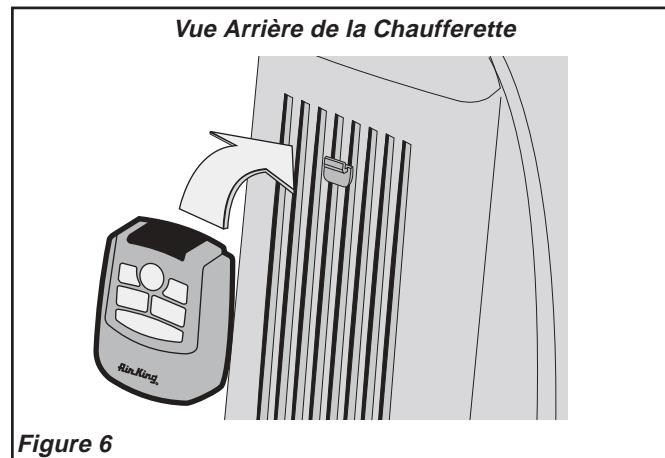

Figure 6
3. Le crochet pour la télécommande est situé à l'arrière de la Chaufferette. (*Figure 6*)